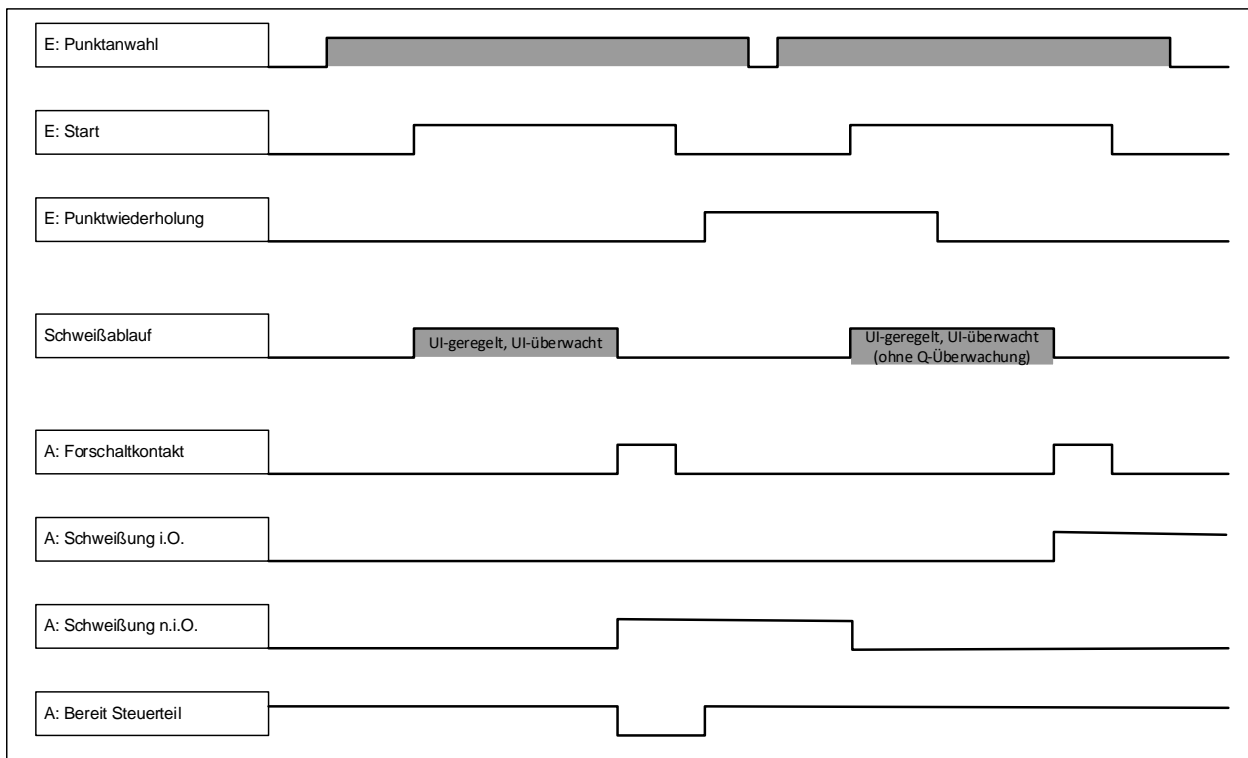

Abb. 7: Wiederholschweißung nach neuer Flanke auf Startsignal
- Wiederholungsweißung nach neuer Flanke auf Startsignal (siehe Ablaufdiagramme Abb. 7):